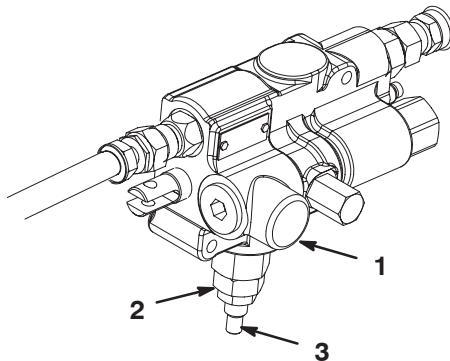

Bild 13
3. Lösen Sie die Klemmmutter unten am Hubventil (Bild 13). Das Hubventil befindet sich an der rechten Seite der Maschine.